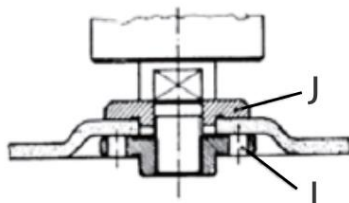

fig. 2
5. Insérez la collerette de fixation (I) sur la tige et serrez manuellement.
a. Pour les disques de coupe avec un trou du centre plat ou en retrait, installez la collerette avec le côté plat vers l'intérieur et faisant face au disque (fig. 2).